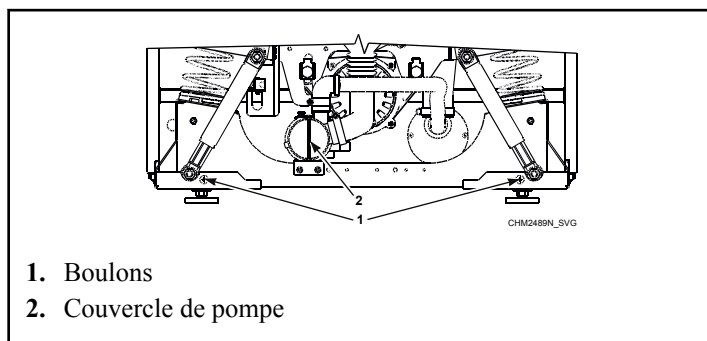

Figure 58
- c. Retirer le panneau avant du cabinet en défaisant les boulons. Voir *Figure 58*.